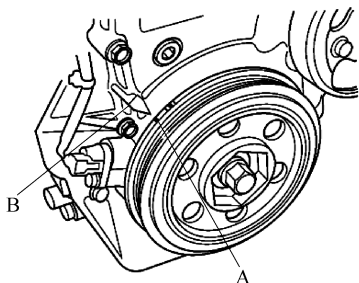

图 2-122 设置发动机于 TDC 位置
- 4) 转动曲轴带轮使其上止点 (TDC) 标记 (A) 与指针 (B) 对齐, 见图 2-122。